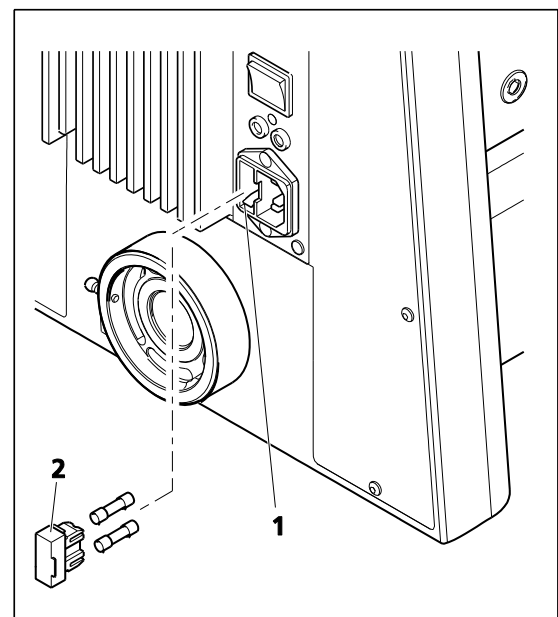

Fig. 213 Remplacement des fusibles sur le statif
- Extraire le porte-fusibles (Fig. 213/2) vers l'avant. Si nécessaire, utiliser un petit tournevis.
- Repousser à fond le porte-fusibles dans son compartiment (Fig. 213/1).